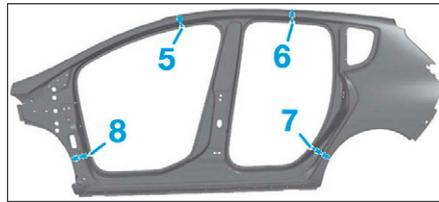

FIG. 75
- Tracer en (5), (6), (7) et (8) puis découper à l'aide d'un couteau électrique (Fig.75).